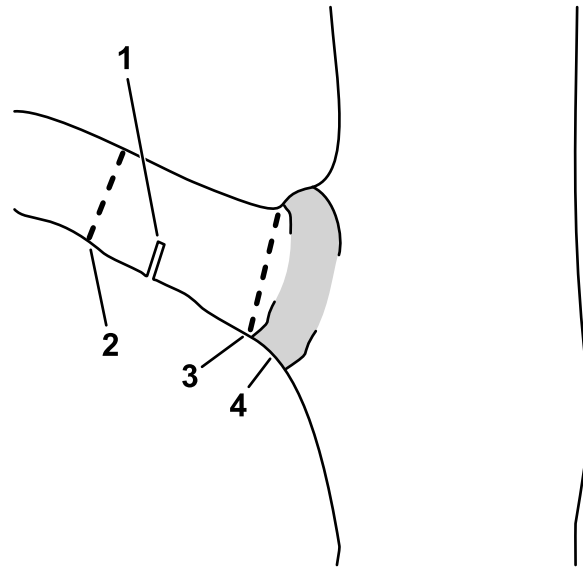

Figure 13
- Coupez le chicot au niveau du collet de la branche (Figure 13).